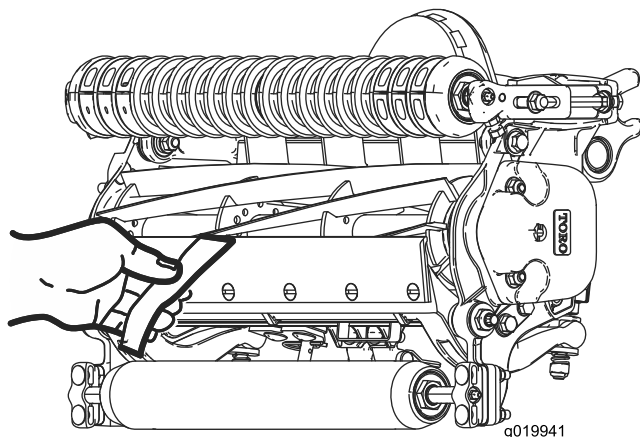

Figura 18
10. Teste o desempenho de corte inserindo uma fita comprida de desempenho de corte (Número de peça Toro 125-5610) entre o cilindro e a lâmina de corte, perpendicular à lâmina de corte (Figura 18). **Lentamente** rode o cilindro para a frente; deve cortar o papel.